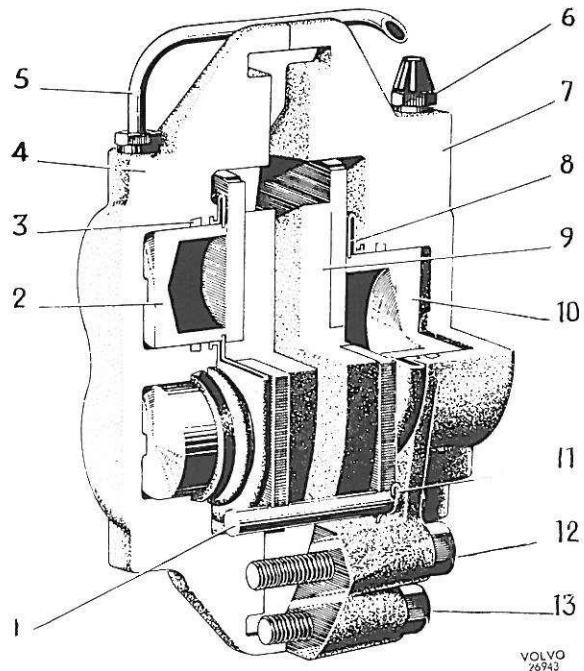

Figure 9. Etrier de frein à deux circuits
Sur chaque fusée de roue est fixé un dispositif pour les cylindres récepteurs et les plaquettes de freins, désigné par la suite étrier de frein (2). Chaque étrier de frein, constitué par deux moitiés assemblées l'une à l'autre par des vis, est posé à califourchon sur le disque de frein. La forme et la disposition des différentes pièces varient avec le système de freinage. Sur la figure 9, on peut voir un étrier de frein pour les systèmes de freinage à 1 et 2 circuits des moteurs B 18. Dans un tel étrier, la moitié intérieure contient un grand piston (10) et un cylindre, alors que la moitié extérieure contient deux petits pistons (2). Par des canaux pratiqués dans l'étrier de frein, ces trois cylindres sont reliés au maître-cylindre. Sur la figure